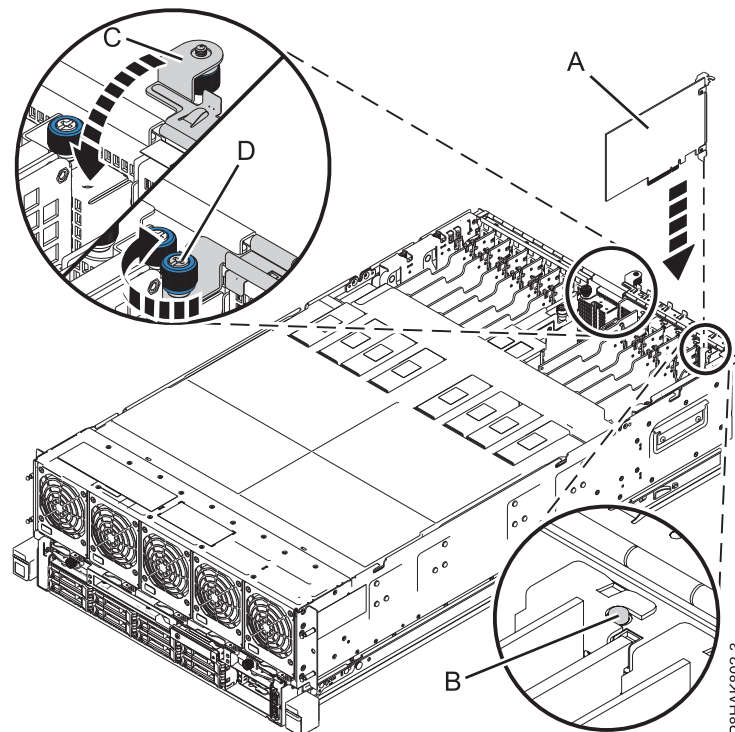

図 8. 8408-44E または 8408-E8E システムでの PCIe アダプターの取り付けまたは再取り付け
6. アダプターの上端またはテール・ストックを注意深く握り、図に示すように、システム・バックプレーン **(A)** のスロットとそのコネクターにアダプターを位置合わせします。13 ページの図 8
7. アダプターの上端またはテール・ストックを注意深く握り、図に示すように、システム・バックプレーン (A) のスロットとそのコネクタにアダプターを位置合わせします。図 8
9. テール・ストックの切り欠きがシステム・シャーシのピンとかみ合ったことを確認します。図 8 の (B) を参照してください。
10. 入出力保持ブラケット (C) を下方に回転させ、拘束つまみねじ (D) をシステム・シャーシに固定されるまで締めて、入出力保持ブラケットを閉じます。『図 8』を参照してください。